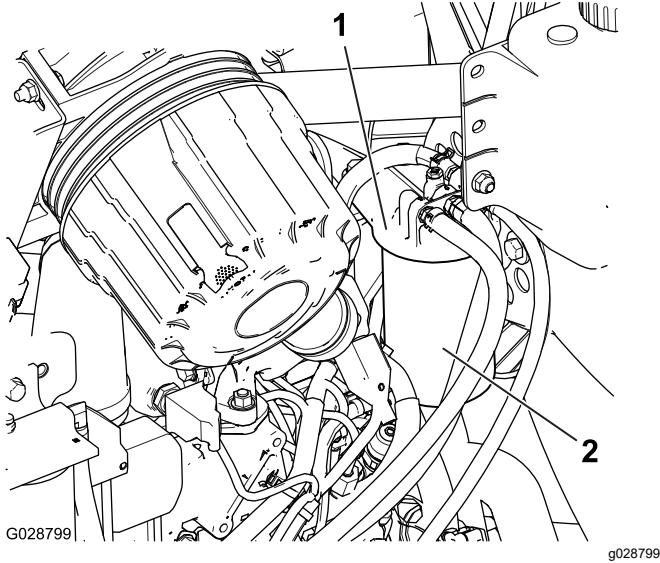

Bild 64
1. Reinigen Sie den Bereich um den Kraftstofffilterkopf (**Bild 64**).
2. Entfernen Sie den Filter und reinigen die Kontaktfläche (**Bild 64**).